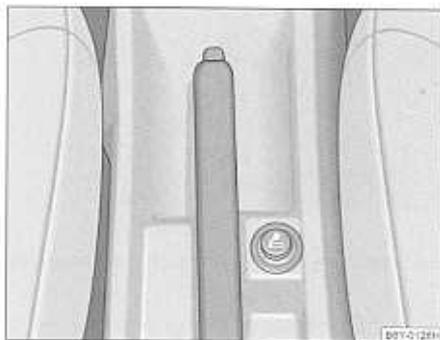

Fig. 67 Consola central: Encendedor
- Pulse el botón del encendedor → fig. 67.